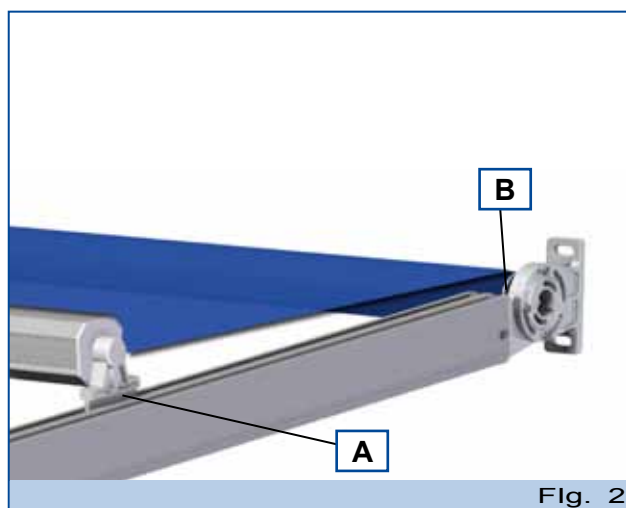

Fig. 2
- Le ruote del carrello del terminale (A - Fig. 2).
- La calotta situata nella parte opposta al comando (motore) (B - Fig. 2).